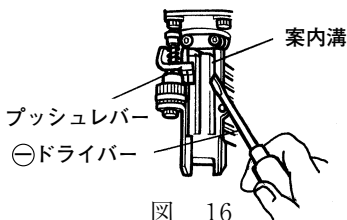

図 16
- 案内溝につまったステープル，破片，接着剤，木くずなどを⊖ドライバーなどで取り除きます。(図 16)